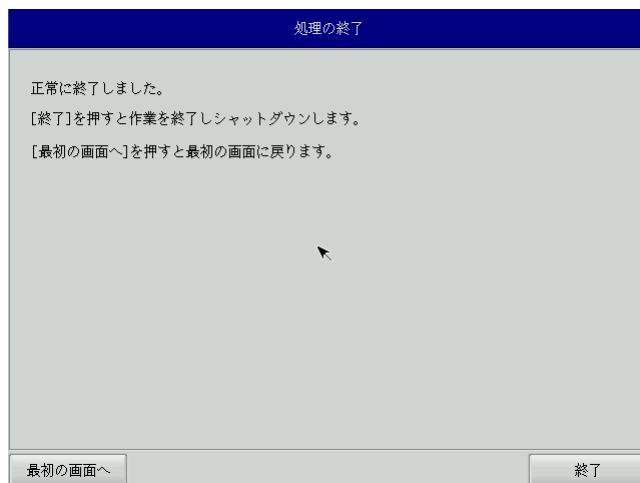

図6-2-7. 終了画面
- ⑩ 終了画面（図6-2-7）が表示されると工場出荷イメージの書き込みは完了です。[終了]ボタンを押して電源を落とし、DVDドライブを外します。